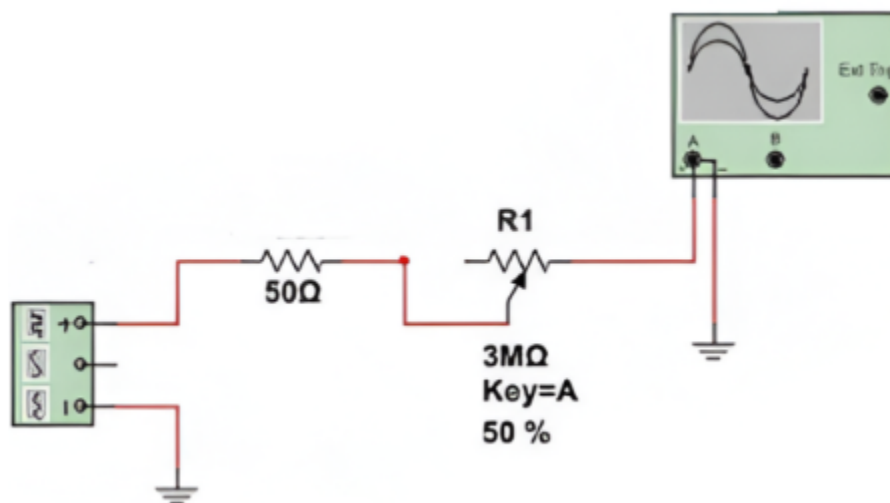

Figura 3: Circuito para la medición de la impedancia de entrada del osciloscopio.
- Para la medición de la impedancia de entrada del osciloscopio utilice el circuito de la Figura 3. Genere una señal sinusoidal de $2 V_p$ a 300 Hz y alimente el circuito como se observa en la Figura 3. Varíe el trimmer de $2M\Omega$ hasta que la amplitud de la tensión observada en el osciloscopio sea $1 V_p$. Desconéctelo y utilice el multímetro para conocer su valor. Explique lo que representa este valor y elabore un desarrollo teórico tras comparar con los valores conocidos para la impedancia de salida del generador.